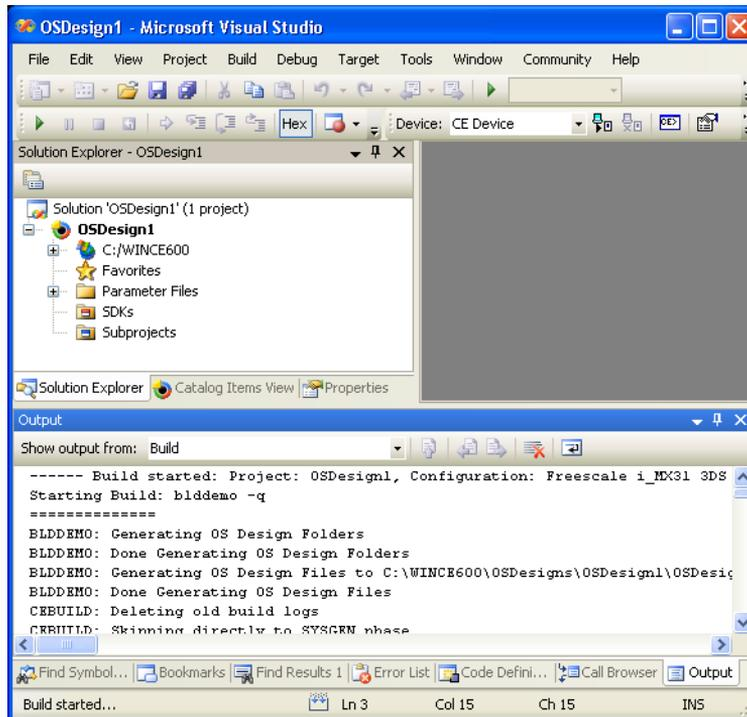

Abbildung 2.8 Erstellen eines OS Designs
1. Nachdem Sie Lab 1 abgeschlossen haben, wählen Sie die Befehle **Sysgen** unter **Advanced Build** im Menü **Build** in Visual Studio aus (siehe Abbildung 2.8). Sie können auch die Option **Build Solution** im Menü **Build** auswählen, um den Build mit Sysgen zu starten.